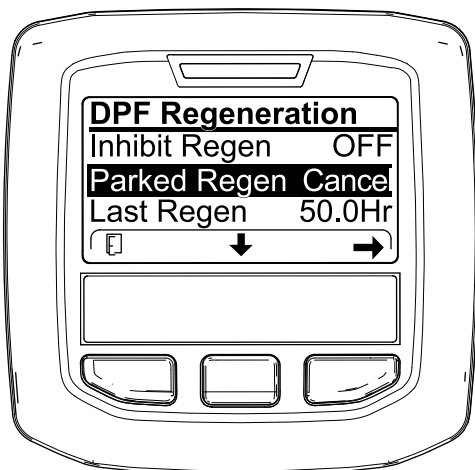
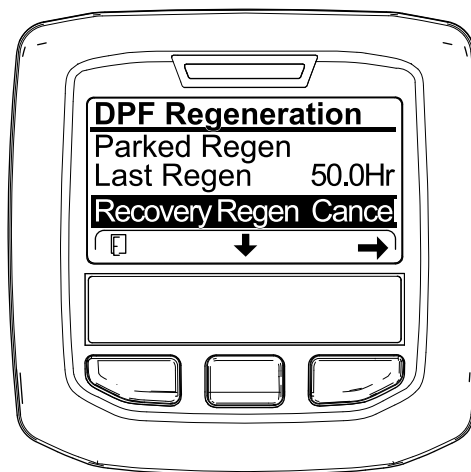

Figura 67
Figura 68
1. Accesai meniul DPF Regeneration (Regenerare DPF) (Figura 67).
2. Apăsai butonul central pentru a derula în jos către opțiunea PARKED REGEN CANCEL (Anulare regenerare în stare de parcare) (Figura 67) sau opțiunea RECOVERY REGEN CANCEL (Anulare regenerare de recuperare) (Figura 68).
3. Apăsai butonul din dreapta pentru a selecta accesarea Regen Cancel (Anulare regenerare) (Figura 67 sau Figura 68).